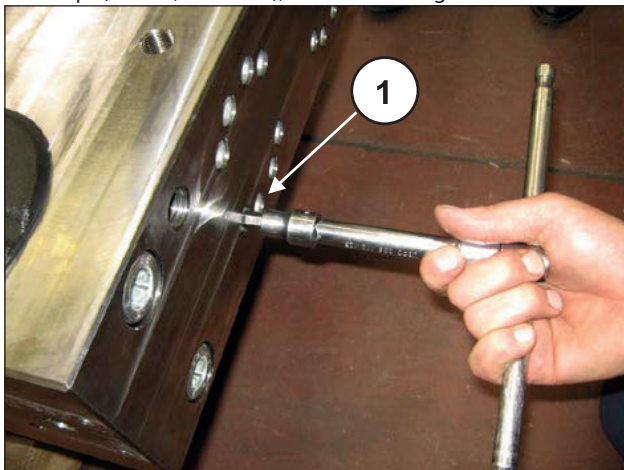
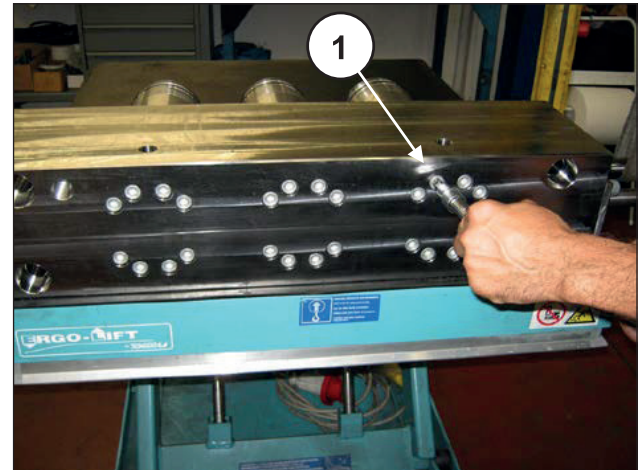
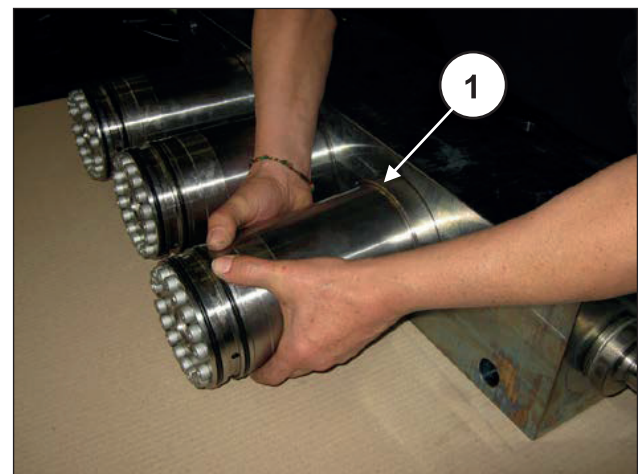

Abb. 166
Abb. 173
Abb. 174
Lockern Sie die Befestigungsschrauben M12x160 von Buchsen und Kopf (Pos. ①, Abb. 166), um sie freizulegen.
Lösen Sie die Befestigungsschrauben M12x160 von Buchsen und Kopf (Pos. ①, Abb. 173) und ziehen Sie Buchsengruppen heraus (Pos. ①, Abb. 174).
Die Kolbenbaugruppe bedarf keiner regelmäßigen Wartung. Die Eingriffe beschränken sich lediglich auf die Sichtinspektion des Kühlkreis-Ablasses. Sollten Störungen / Schwingungen am Druckmanometer oder Pulsationen in der Ablassleitung (Schlauch) des Kühlkreises auftreten, muss das Dichtungspaket überprüft und ggf. ausgetauscht werden. Verfahren Sie zur Abnahme der Kolbenbaugruppen wie folgt: Ziehen Sie den Kopf aus dem am Pumpengehäuse befestigten Kopf-Distanzstück heraus, siehe Punkt 2.2.1 (von Abb. 166 bis Abb. 174).